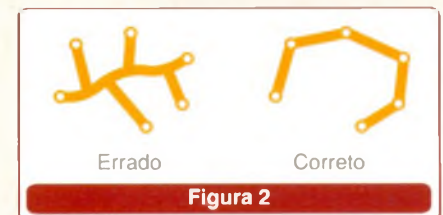

Figura 2
- Evite linhas com derivações. Essas linhas, quando percorridas por sinais de altas frequências causam reflexões e produzem harmônicas. Na **figura 2** ilustramos o certo e o errado neste caso.